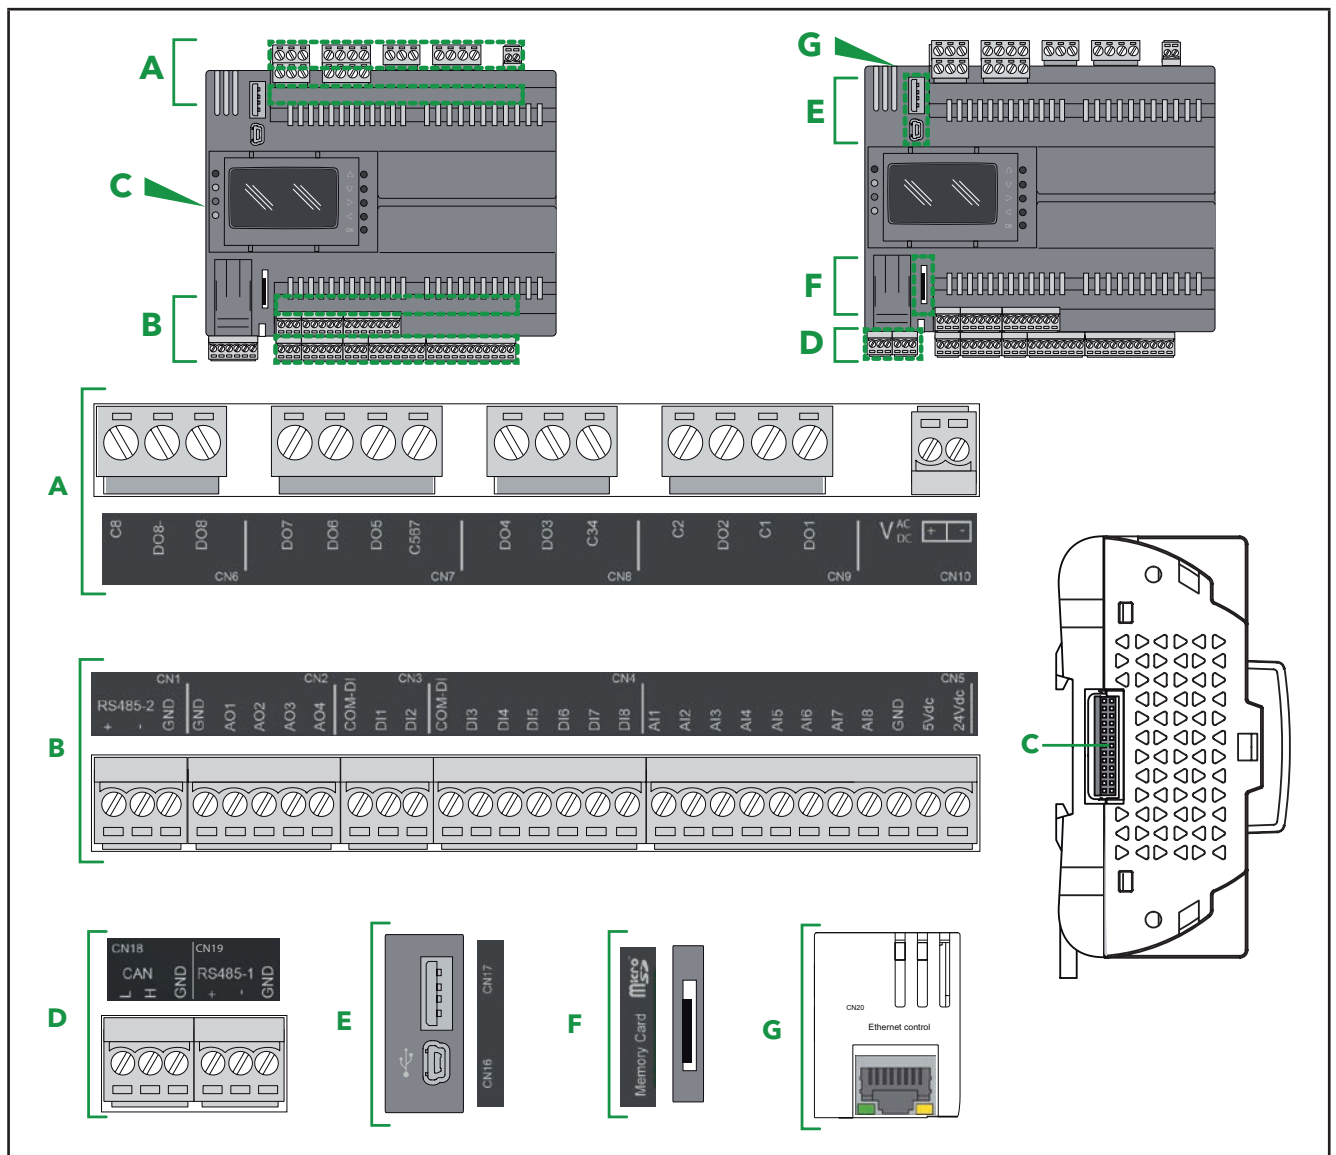
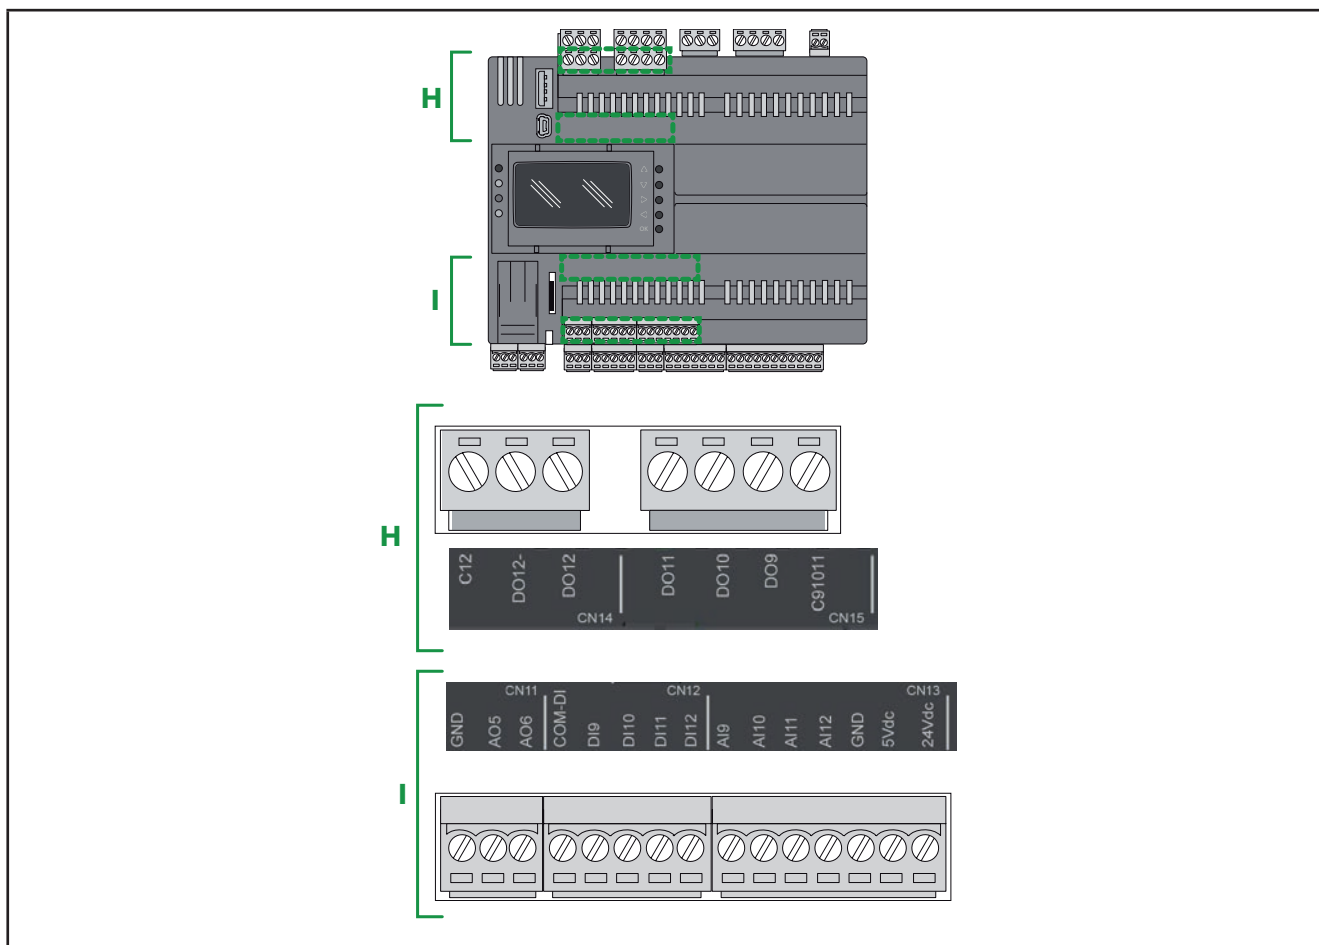

Рис. 22. Разъемы «Основной» платы EWCM 9000 PRO (HF)
Рис. 23. Разъемы «Верхней» платы EWCM 9000 PRO (HF)
Метки входов, выходов и портов нанесены на корпус **EWCM 9000 PRO (HF)** (см. **РисРис. 22 на странице 39** и **РисРис. 23 на странице 40**).